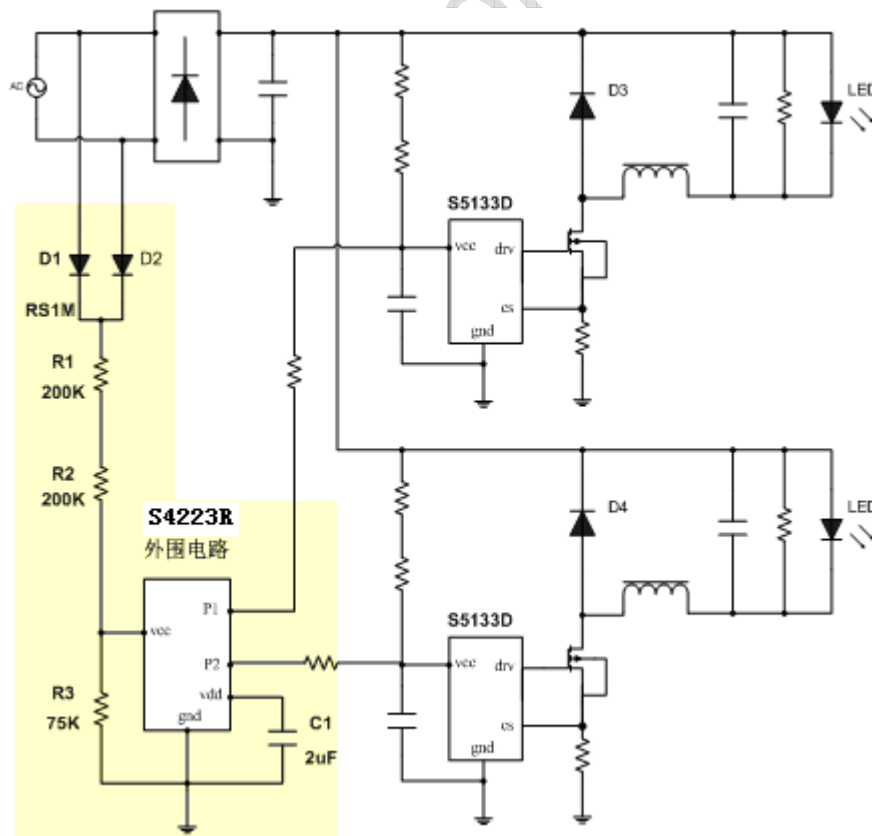

图1 S4223R 典型应用图 -86-75-15919711751
如图 1 所示: S4223R 的供电脚 VCC 通过电阻 R1, R2 和 D1 连接到 AC 的输入端中一极, S4223R 的地线与恒流电源的地线相连。由于考虑到最高的交流电压和电阻的耐压, 如果该供电电阻使用的是贴片电阻建议两个串联。电阻 R3 为下拉电阻, 它的作用为滤除由于 LED 铝基板的感应漏电造成的虚拟电压。
2) 鉴于目前双电源开关调色温方案存在当 LED 铝基板感应漏电的情况时逻辑不正常的现象，建议客户在设计时，必须模拟 LED 铝基板漏电的情况，并测试逻辑状态是否正常。S4223R 可以通过调节图 1 中的 R3 值消除漏电造成逻辑不正常的问题，对于该问题来说，R3 值越小越好，但是同时可能会造成芯片的供电不足，特别是交流电压低的时候。建议图 1 的中 R1 和 R2 取 200K，R3 取 75K，当需要在更低的交流输入的情况工作，可以把 R1，R2 和 R3 的值等比例减小。
4) 如图 1 所示：由于 S4223R 直接从 AC 的